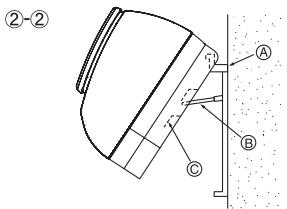

Fig. 3-6
- ②-② 如图所示，拉起室内机组，然后将支撑板（附在安装板上）撑在机组背后的凹陷处上。（Fig. 3-6）